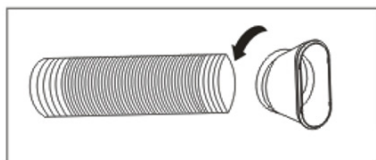

Рис. 3
3. Прикрутите выходной адаптер (рис. 3).